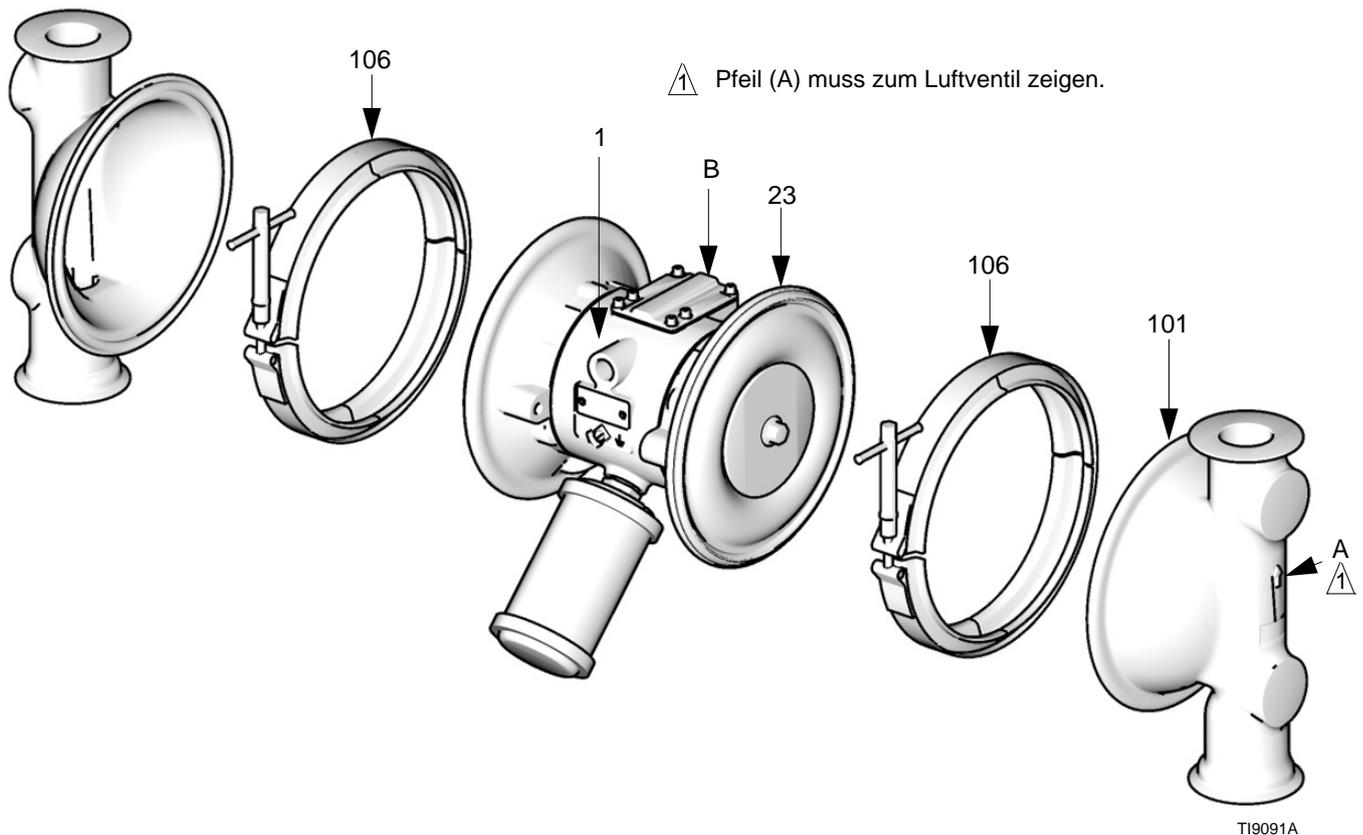

FIG. 10
3. Die Klammern (106) ausbauen, mit denen die Materialdeckel (101) an den Luftventilabdeckungen (23) gehalten werden. Die Materialabdeckungen (101) von der Pumpe abnehmen. Siehe FIG. 10.
- d. Nur bei den PTFE-Modellen: die Stütze (401*) an der Schraube anbringen. Sicherstellen, dass die mit der Aufschrift AIR SIDE gekennzeichnete Seite zum zentralen Gehäuse weist (1).
- e. Die Stauscheibe der Luftseite (104) so anbringen, dass die abgerundete Seite zur Membran (401) zeigt. Auf dieser Scheibe ist die Teilenummer aufgedruckt.
- f. Mittelfestes (blaues) Loctite® oder ein ähnliches Mittel auf den Bolzen (107) auftragen. Bolzen handfest in die Welle (24) schrauben.
3. Die Membranwelle (24) der Länge nach und an den Enden fetten und durch das Gehäuse (1) schieben.
6. Die Materialdeckel (101) und das zentrale Gehäuse (1) so ausrichten, dass die Pfeile (A) auf den Deckeln in die gleiche Richtung zeigen wie das Luftventil (B). Die Deckel mit den Klammern sichern. Siehe FIG. 10.